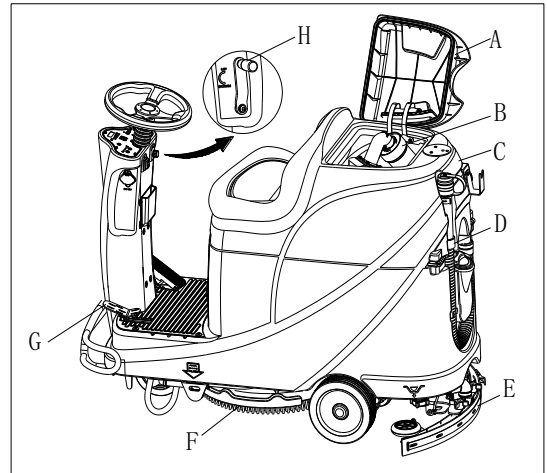

Abbildung 13
Eine automatische Schwimmerabschaltung (B, Abbildung 13) blockiert das Vakuumsystem, wenn der Schmutzwassertank (C) voll ist. Die Deaktivierung des Vakuumsystems wird durch einen plötzlichen Anstieg der Geräuschfrequenz des Vakuumsystemmotors signalisiert, selbst wenn der Boden noch nicht getrocknet wurde.
Wenn der Schmutzwassertank (C, Abbildung 13) voll ist, entleeren Sie diesen nach dem folgenden Verfahren.